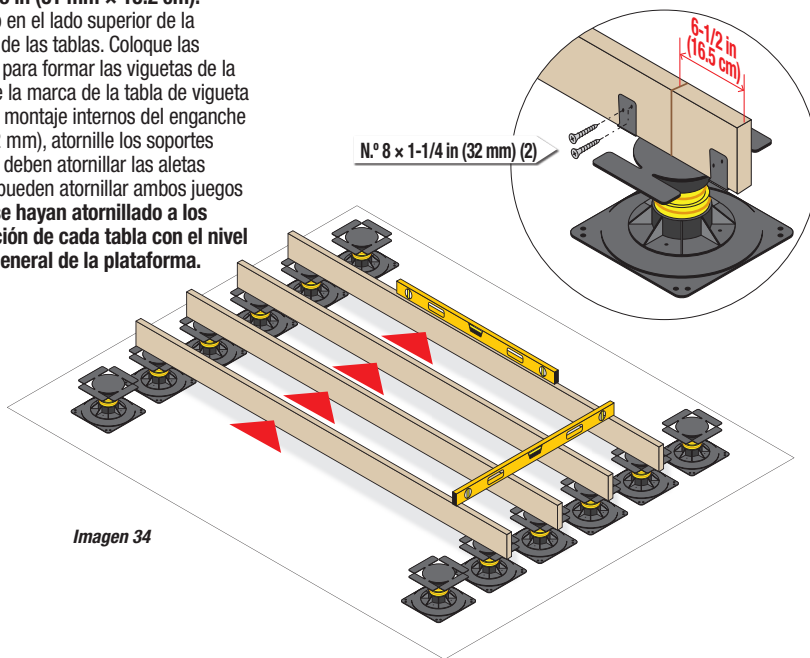

Imagen 34
Seleccione **cuatro (4)** de las tablas de vigueta de 10 ft (3.05 m) y 2 x 6 in (51 mm x 15.2 cm). Una marca en cada tabla de vigueta a 6-1/2 in (16.5 cm) de cada extremo en el lado superior de la tabla. Usando la escuadra de carpintero, marque también los lados largos de las tablas. Coloque las cuatro tablas de vigueta en el grupo de cuatro pedestales **más al centro** para formar las viguetas de la plataforma. Coloque cada tabla de vigueta sobre dos (2) pedestales. Alinee la marca de la tabla de vigueta con el centro del pedestal. (Consulte la imagen 34). Eleve los soportes de montaje internos del enganche superior de vigueta y, con los tornillos para exteriores n.º 8 de 1-1/4 in (32 mm), atornille los soportes de montaje a la tabla de vigueta en cada lado. Para cada pedestal, solo se deben atornillar las aletas centrales del enganche superior de vigueta. Sin embargo, si se desea, se pueden atornillar ambos juegos de soportes de montaje. **Después de que las cuatro tablas de vigueta se hayan atornillado a los cuatro grupos centrales de pedestales, verifique la altura y la alineación de cada tabla con el nivel y ajuste los pedestales según sea necesario para mantener el nivel general de la plataforma.**